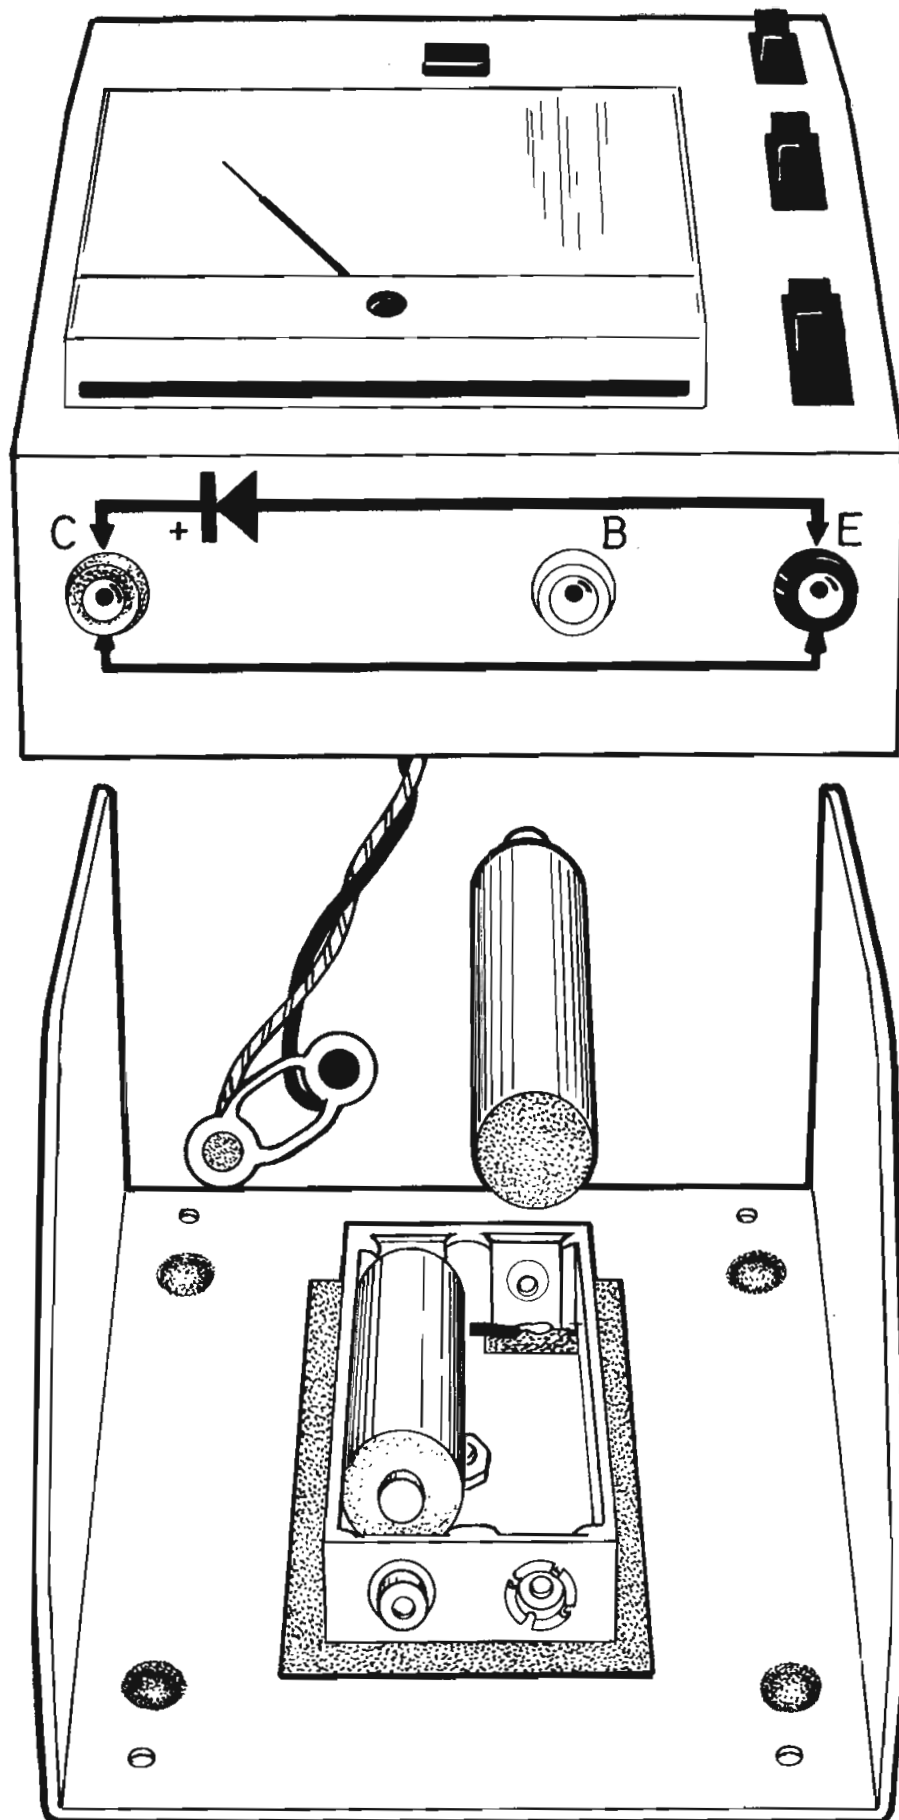

Figure 3 — Préparation et montage final du boîtier
Avec cette opération se termine le câblage de votre TD-2. Il doit être identique à celui de la perspective n° 2. Maintenant vous allez procéder à la préparation du coffret et vous aurez besoin des deux piles de 1,5 volt qui ne sont pas fournies avec le kit (Cipel AC1 ou RP1 ou équivalente). Laissez l'ensemble du panneau de côté et reportez vous maintenant à la figure 3.
- () Placez les quatre pieds de caoutchouc, un dans chaque trou de grand diamètre du coffret, en vous aidant d'un tournevis fin si cela est nécessaire. Voyez la figure 3.
- () Montez l'ensemble constitué par le coupleur de piles et le carton à l'intérieur du boîtier, fixez-les avec une vis 60M3 par l'extérieur et l'écrou M3 correspondant par l'intérieur du coupleur. Veillez à ce que les prises du coupleur de piles se trouvent vers le côté incliné du boîtier comme il est indiqué sur la figure 3.
- () Placez les deux piles à l'intérieur du coupleur comme il est indiqué sur la figure 3. Pour éviter toute erreur veillez à ce que le connecteur de pile soit correctement monté et vérifiez que le fil noir corresponde bien au négatif et le rouge au positif.
- Les piles ont été placées compte tenu de la polarité correcte (voir la figure 3).
- () Introduisez l'ensemble du panneau dans le coffret en veillant à ce que les quatre trous de la partie inférieure du boîtier coïncident avec les quatre trous situés sur le rebord du panneau. Fixez l'un et l'autre au moyen des quatre vis 60M3. Aidez vous de la figure 3 si cela est nécessaire.